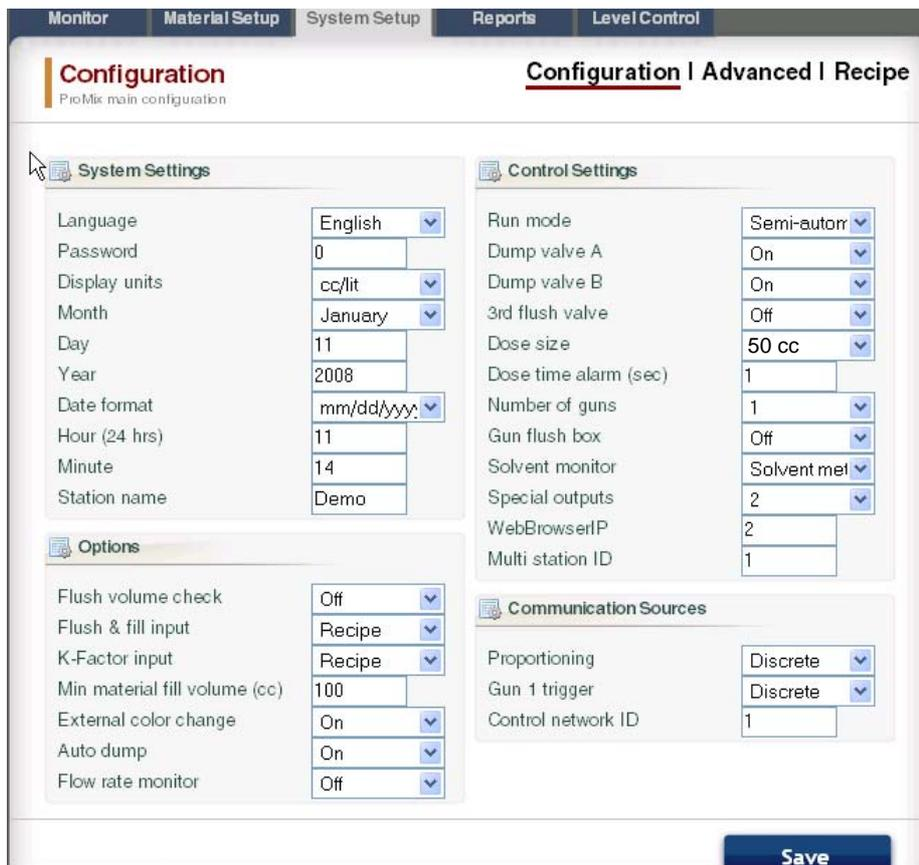

FIGURA 56. Linguetta Configurazione Sistema, Schermata Configurazione
Ogni EasyKey deve avere nome e indirizzo IP unici. Vedere la Schermata Configurazione in FIGURA 56 per impostare il nome della Stazione (1-99).
- La schermata **Configurazione** corrisponde alle schermate Configurazione Sistema del EasyKey. Vedere FIGURA 56. Per ottenere informazioni complete su queste impostazioni e sui loro effetti, vedere la sezione Configurazione del manuale del sistema.